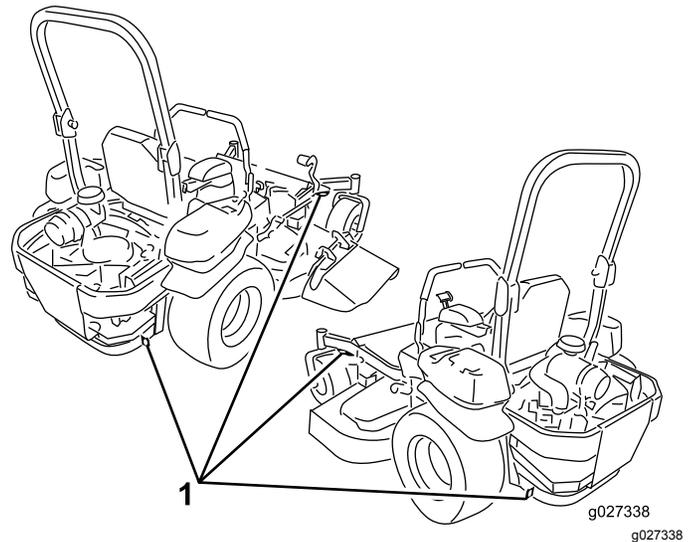

Figure 33
5. Servez-vous des points d'attache de la machine pour arrimer solidement la machine sur la remorque ou le véhicule utilitaire avec des sangles, des chaînes, des câbles ou des cordes (Figure 33).